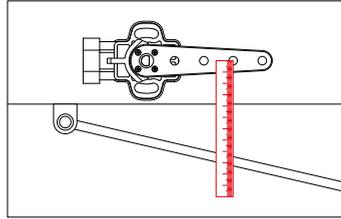

Abb. 26: Sensorarmlänge
1. Bringen Sie die Aufhängung mithilfe eines Getriebehebbers in die Mittelstellung des gesamten Verfahrenswegs und den Sensorarm in Mittelstellung des Arbeitsbereichs. Messen Sie nun den Abstand [D] zwischen gewähltem Befestigungsloch und dem Befestigungspunkt der Koppelstange (Abb. 26).